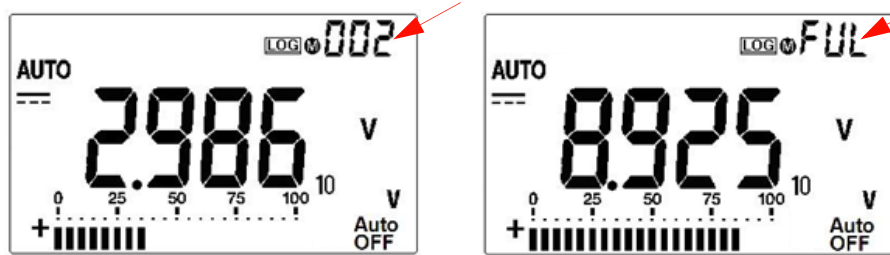

Abbildung 2-1 Anzeige der manuellen Protokollierung
- 2 Drücken Sie  (Log) wieder für den nächsten Wert, der im Speicher abgelegt werden soll. Siehe Abbildung 2-1.